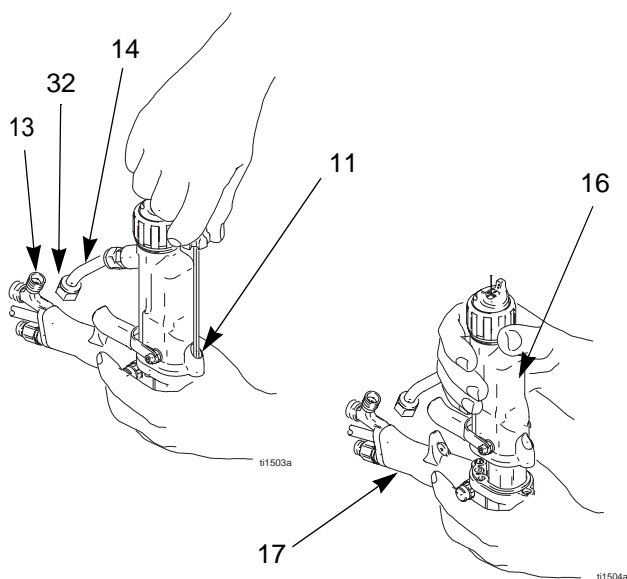

Fig. 13. Rimozione del corpo della pistola
4. Tenere l'impugnatura della pistola (17) con una mano e tirare la canna (16) in linea retta fino ad estrarla dall'impugnatura della pistola. Vedere FIG. 13.